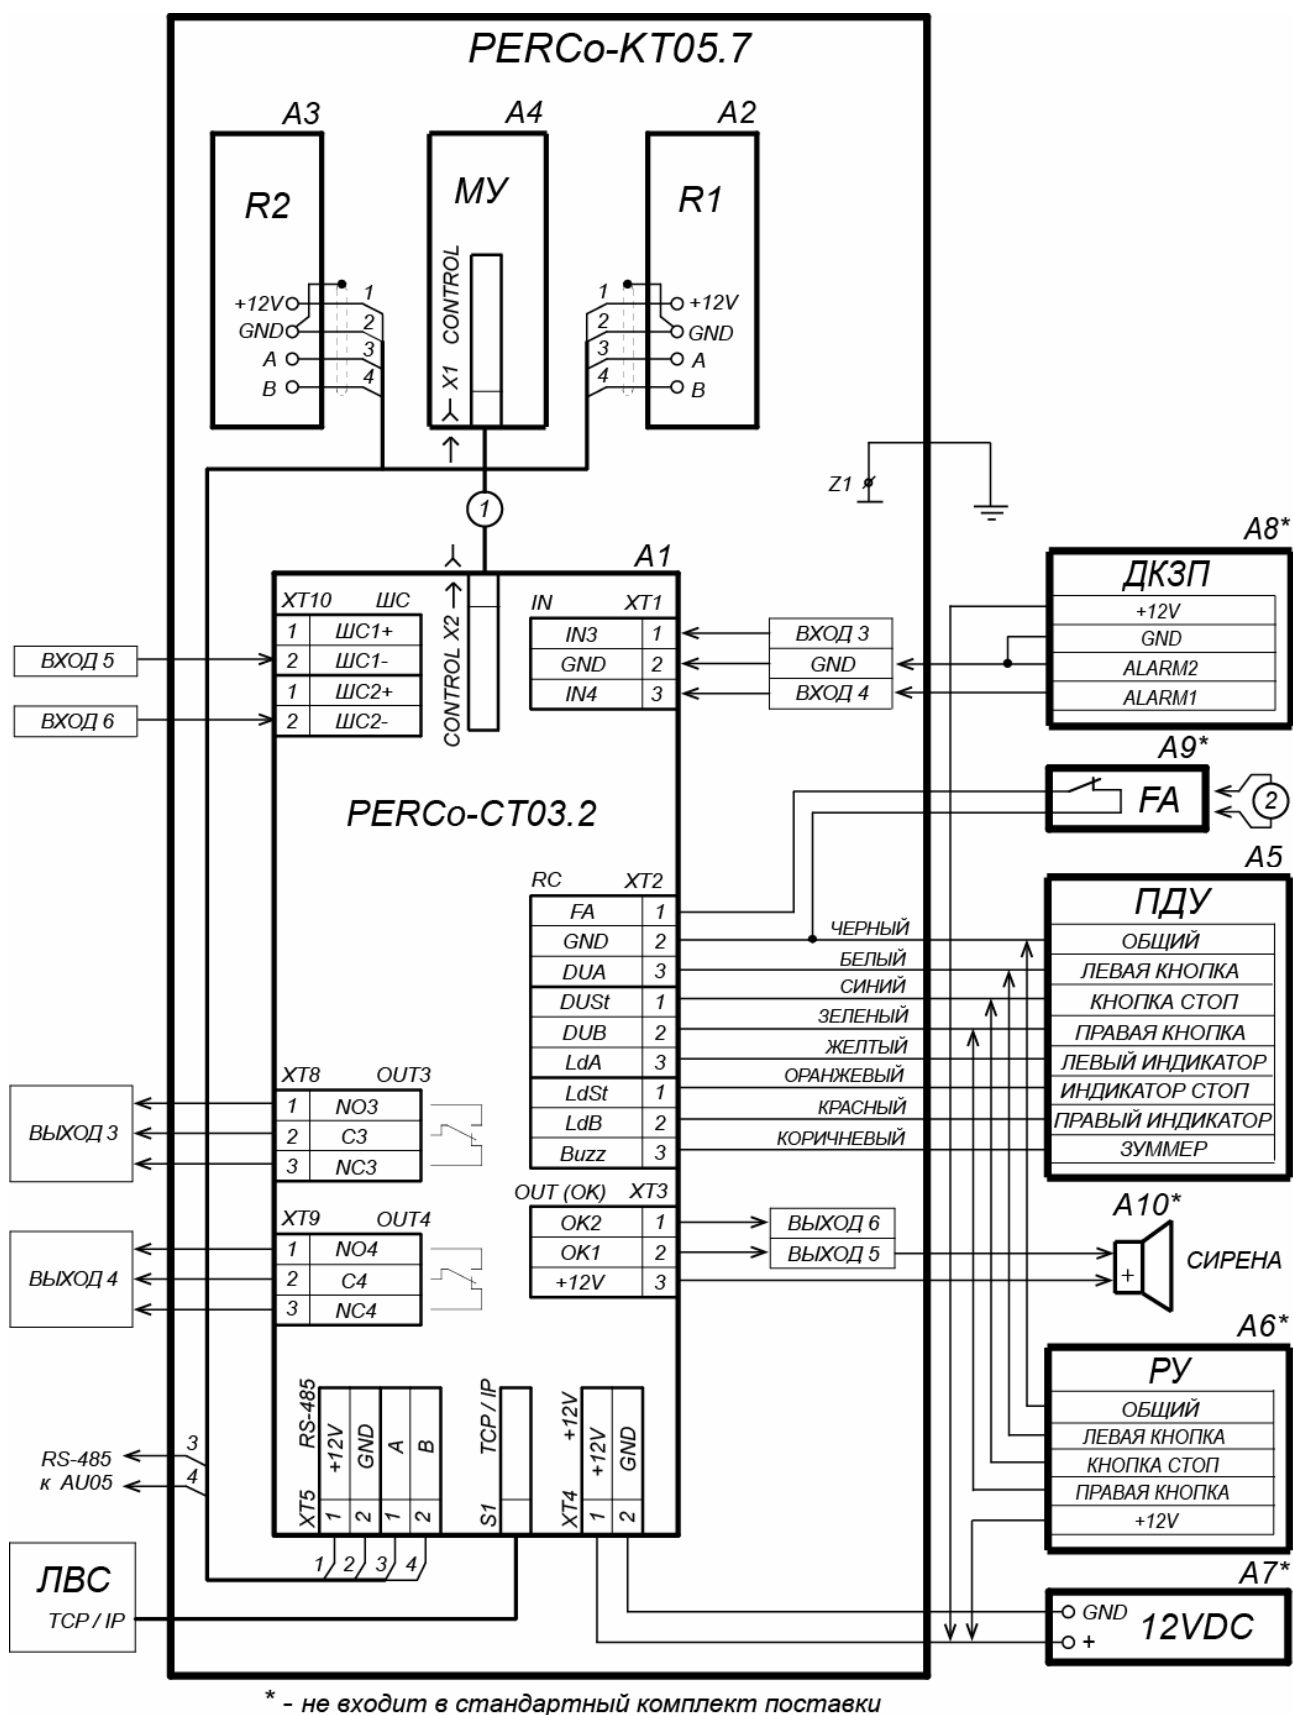

Рисунок 12. Схема подключения ЭП и дополнительного оборудования
Расположение клеммных колодок на нижней плате контроллера ЭП показано на рис. 5, назначение контактов клеммных колодок указано в табл. 1. Схема подключения приведена на рис. 12. Используемые при подключении типы кабелей указаны в табл. 4. При монтаже ЭП придерживайтесь следующей последовательности действий:
- позиционные обозначения A1-A4 и Z1 – указаны на рис.12
11. Подключите кабель питания (12) к клеммной колодке **ХТ4** на нижней плате контроллера согласно схеме, приведенной на рис. 12.
12. Подключите кабель (10) ПДУ (9) к клеммной колодке **ХТ2** согласно схеме, приведенной на рис. 12.
13. Подключите, при необходимости, кабели от других устройств к соответствующим клеммным колодкам нижней платы контроллера согласно схеме, приведенной на рис. 12.